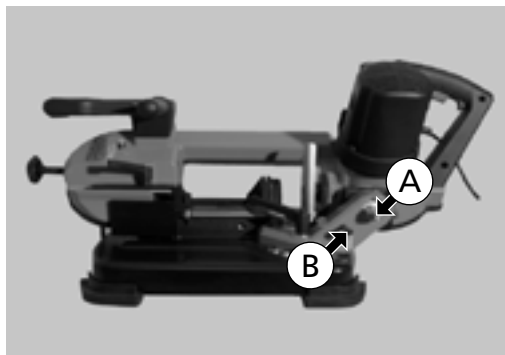
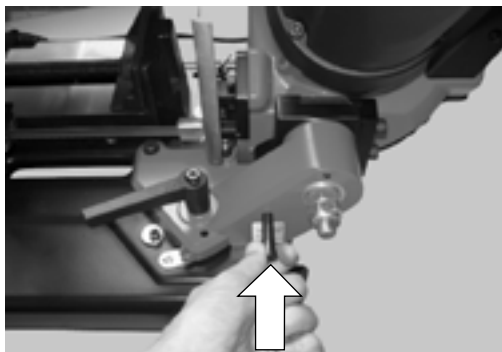

Fig. 29
Fig. 30
Com a serra de fita na posição inicial apresentada (Fig. 29), bloqueie o eixo vertical (A) inserindo a barra de fim de curso (B) até estar encostada, como indicado pela seta (Fig. 30).
Elementos da Fig. 29